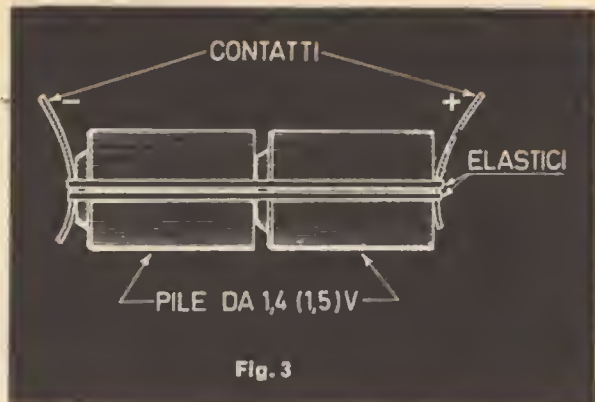

Fig. 3
stico, che stringe anche due laminette di rame in funzione di terminali (fig. 3). Il circuito integrato (IC) è montato « capovolto », vale a dire con la sommità a contatto della base plastica. I terminali sono lasciati lunghi al naturale ad evitare pericolosi surriscaldamenti.